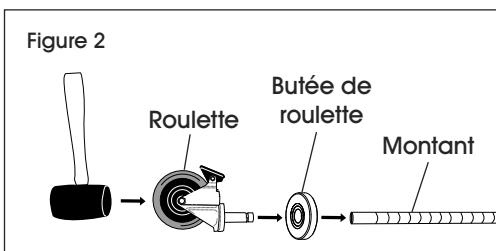

Figure 2
2. Assurez-vous que le montant est placé comme sur l'illustration. (Voir Figure 2) Enclenchez le frein des roulettes pour les empêcher de rouler pendant l'assemblage. Utilisez un maillet en caoutchouc pour insérer la tige des roulettes à travers les butées de roulette, puis dans les montants.